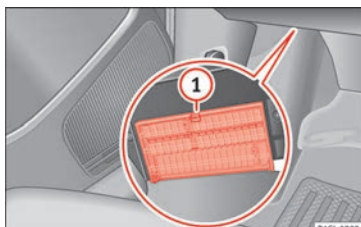

Bild 45 På instrumentbrädan på förarsidan: säkringsdosans lock
Säkringsdosan sitter under instrumentbrädan på förarsidan » **bild 45**.
- Öppna locket till den aktuella säkringsdosan » **bild 45** sidan 78.